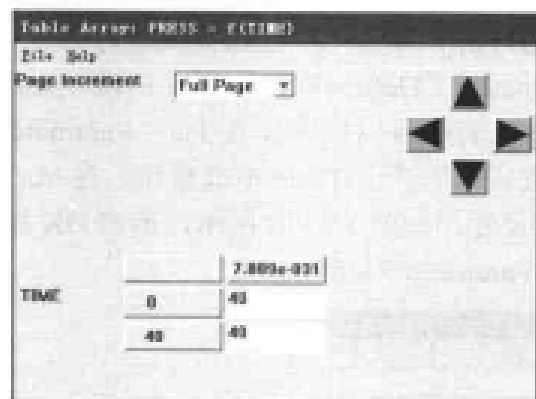
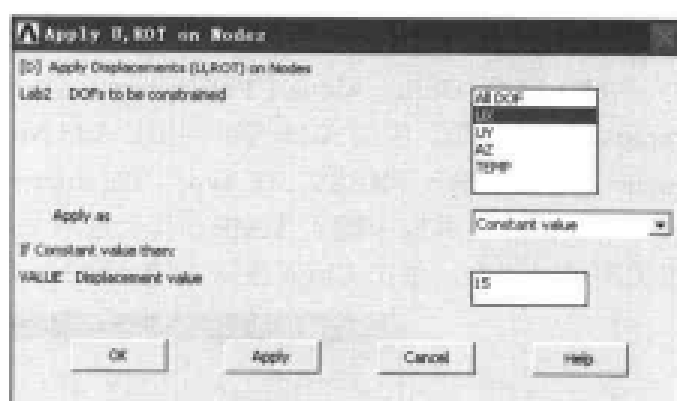

图 13-174 输入数组参数对话框
图 13-175 施加位移载荷对话框
(9) 选择 Main Menu | Solution | Define Loads | Apply | Structural | Pressure | On Nodes 命令, 出现 Apply PRES on Nodes 菜单, 单击 Pick All 按钮, 出现 Apply PRES on nodes 对话框, 在 [SF] Apply PRES on nodes as a 下拉列表框中选择 Existing table 选项, 单击 OK 按钮, 出现 Apply PRES on nodes 对话框, 采用其默认设置, 单击 OK 按钮关闭该对话框。
(10) 选择 Utility Menu | Parameters | Array Parameters | Define/Edit 命令, 出现 Array Parameters 对话框, 单击 Edit 按钮, 出现 Table Array: PRES=f(TIME) 对话框, 参照图 13-174 对其进行设置, 选择 File | Apply/Quit 命令关闭该对话框, 单击 Close 按钮关闭 Array Parameters 对话框。
(11) 选择 Utility Menu | Select | Everything 命令, 选择所有实体。
(12) 选择 Utility Menu | Select | Entities 命令, 出现 Select Entities 对话框, 在第 1 个下拉列表框中选择 Lines 选项, 在第 2 个下拉列表框中选择 By Num/Pick 选项, 在第 3 个选项组中选 From Full 单选按钮, 单击 OK 按钮, 出现 Select Lines 菜单, 在文本框中输入 6, 单击 OK 按钮关闭该菜单。
(13) 选择 Utility Menu | Select | Entities 命令, 出现 Select Entities 对话框, 在第 1 个下拉列表框中选择 Nodes 选项, 在第 2 个下拉列表框中选择 Attached to 选项, 在第 3 个选项组中选 Lines,all 单选按钮, 在第 4 个选项组中选 From Full 单选按钮, 单击 OK 按钮关闭该对话框。
(14) 选择 Main Menu | Solution | Define Loads | Apply | Structural | Displacement | On Nodes 命令, 出现 Apply U,ROT on N 菜单, 单击 Pick All 按钮, 出现 Apply U,ROT on Nodes 对话框, 在 Lab2 DOFs to be constrained 列表框中选择 UX 选项, 在 VALUE Displacement value 文本框中输入 15, 如图 13-175 所示, 单击 OK 按钮关闭该对话框。